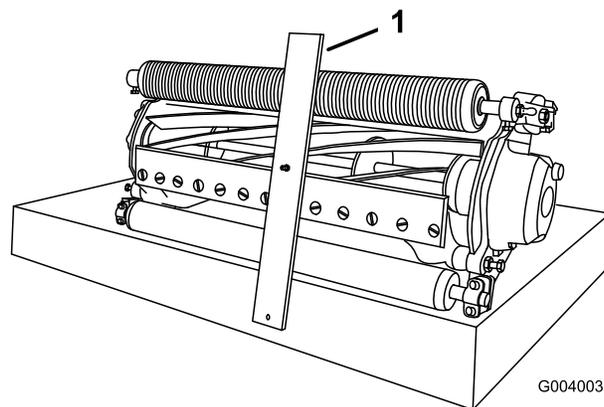

Figura 16
3. Agganciate la testa della vite sul tagliente della controlama e appoggiate l'estremità posteriore della barra sulla parte posteriore del rullo (Figura 16).